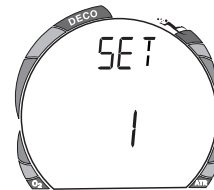

Fig. 21 Einstellung - Set 1
- nach 2 Sekunden erscheint SET: 1 (Abb. 21)